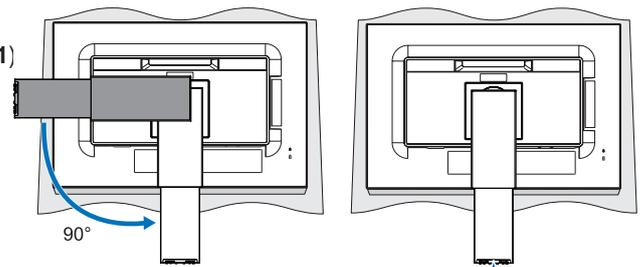

Figura 1
1. Sitúe el monitor boca abajo en una superficie no abrasiva (**figura 1**)
2. Gire el soporte 90 grados, como se muestra en la **figura 1**.